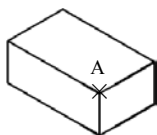

图 12.3.2 绘制长方体
(1) 绘制长方体。选择下拉菜单 **绘图(D)** → **直线(L)** 命令；以图 12.3.2 所示的点 A 为直线的起点，结合“正交”功能，将光标向右上角移动，输入数值 15 并按下 Enter 键；将光标向左上角移动，输入数值 15 并按下 Enter 键。